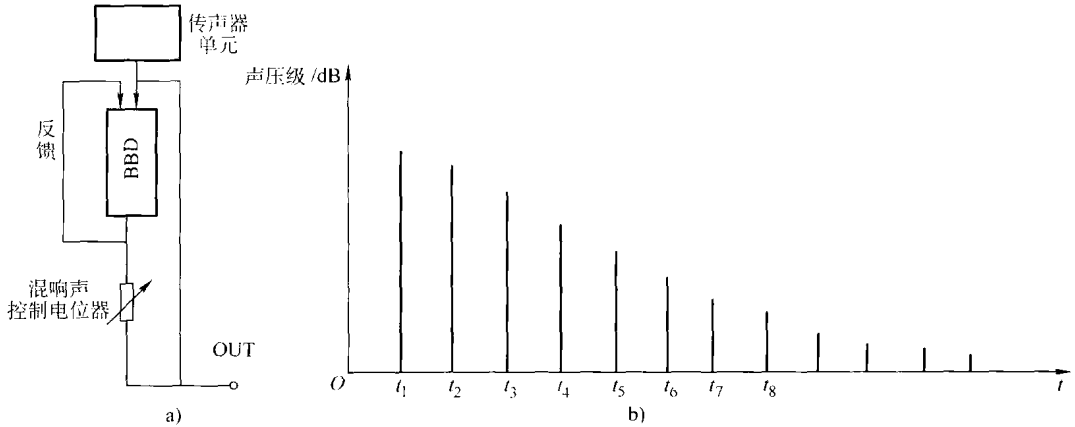

图 1-11 电子混响传声器的结构
(3) 电子混响传声器如图 1-11 所示。图 1-11a 为电子混响传声器电路，图 1-11b 为电子混响器形成的反射声强度。